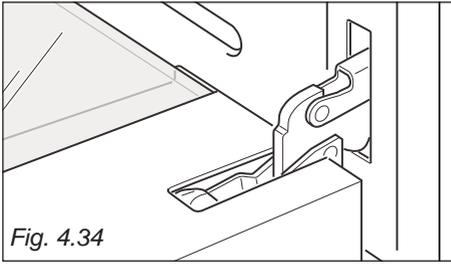

Fig. 4.34
- Fully open the oven door (fig. 4.34).